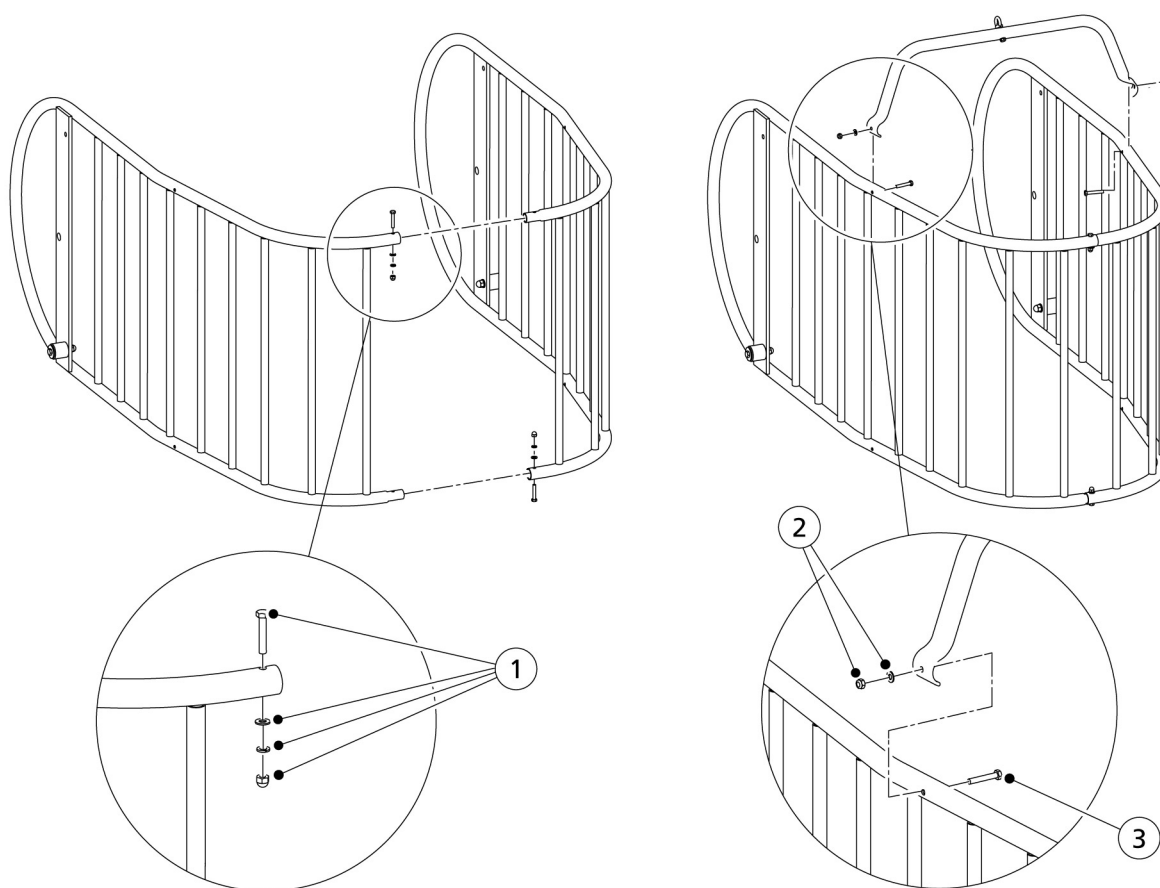

Abbildung 25. Installation der M-Box
2. Montieren Sie oben und unten jeweils eine Schraube M8×45, eine Unterlegscheibe, eine Zahnscheibe und eine Hutmutter (1, abb. 25, Seite 5-14).